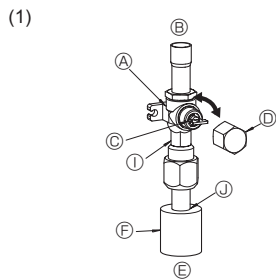
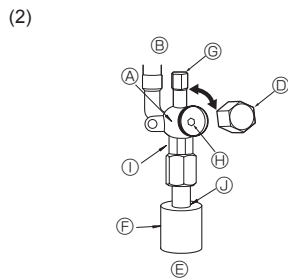

Fig. 4-6
Fig. 4-7
- (1) Gassida (Fig. 4-6)
- ① Ta bort locket, dra handtaget mot dig och vrid motors 1/4 varv för att öppna.
- ② Kontrollera att stoppventilen är helt öppen, tryck in handtaget och skruva på locket igen.
- (2) Vätskesida (Fig. 4-7)
- ① Ta bort kåpan och vrid ventilstängens motsols så långt det går med en 4 mm sexkantsnyckel. Sluta när den når stoppet. (ø9,52: Ca. 10 varv)